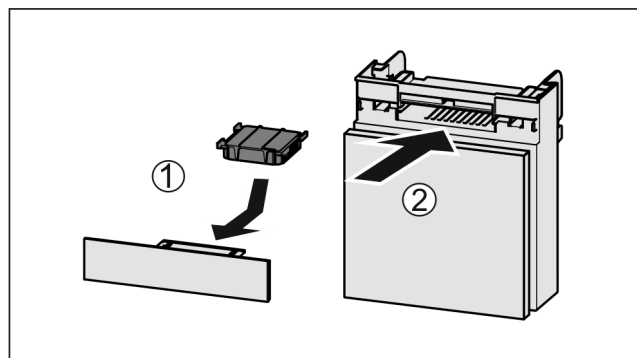

Fig. 141
- Pange Fig. 141 (1) aktiivsöefilter joonise järgi sisse.
- Lükake Fig. 141 (2) laegas sisse.